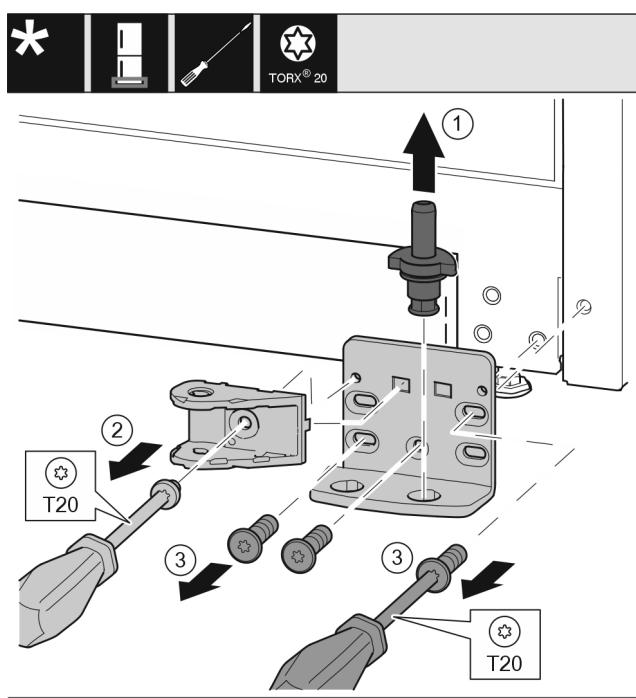

Fig. 36 \*
- ▶ 将轴承螺栓 Fig. 36 (1)完全向上拉出。\*
- ▶ 将螺钉 Fig. 36 (2)用螺丝刀旋开并取下关门阻尼器连接装置。\*
- ▶ 将螺钉 Fig. 36 (3)用螺丝刀旋开并取下托架。\*